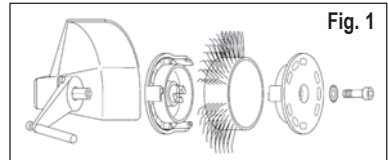
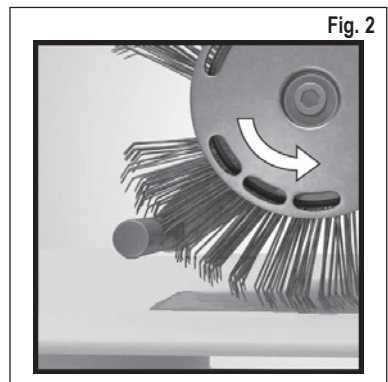

Fig. 1
Fig. 2
1. Desconecte la alimentación eléctrica y sujete correctamente la cinta **MBX® Bristle Blaster®** de 23 mm con el correspondiente sistema receptor (controle la dirección de marcha) y la arandela de frenado dentellado prevista para ello y el tornillo de la herramienta. Véase Fig. 1 y Fig. 2
¿Utiliza una cinta **MBX**® en la dirección de funcionamiento errónea? – Alinee la cinta de escobillas de forma que funcione en la dirección prescrita (véase el capítulo 5, Puesta en funcionamiento, fig. 2).